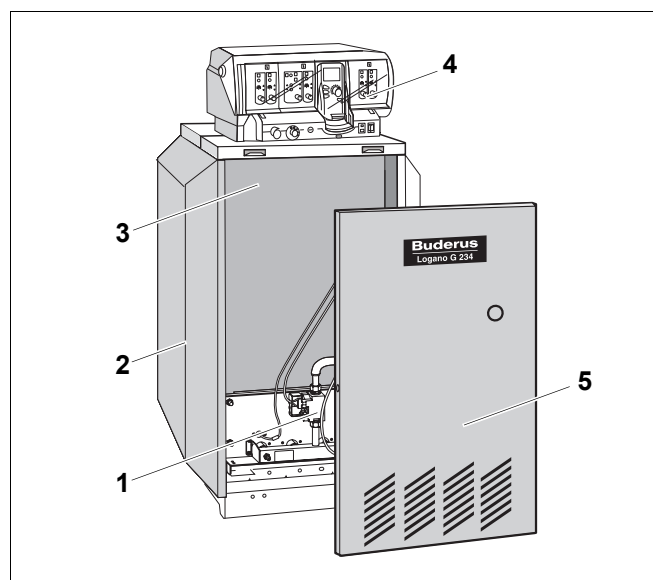

Рис. 1 Специальный газовый отопительный котел Logano G234 WS
Специальный газовый отопительный котел Logano G234 WS (рис. 1) оснащен на заводе газовой горелкой.
- Котловой блок с теплоизоляцией (рис. 1, поз. 3) и газовой горелкой (рис. 1, поз. 1).
- Обшивка ((рис. 1, поз. 2) и передняя стенка котла (рис. 1, поз. 5).
- Система управления (рис. 1, поз. 4).